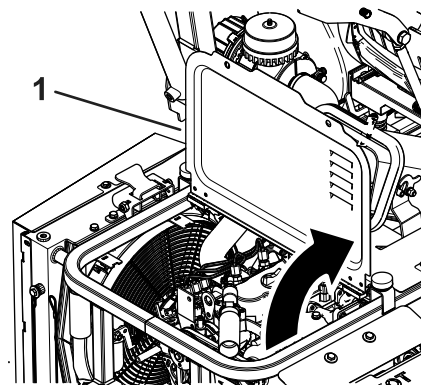

Figure 52
2. Retirez les fixations et soulevez le couvercle pour accéder au moteur (Figure 52).